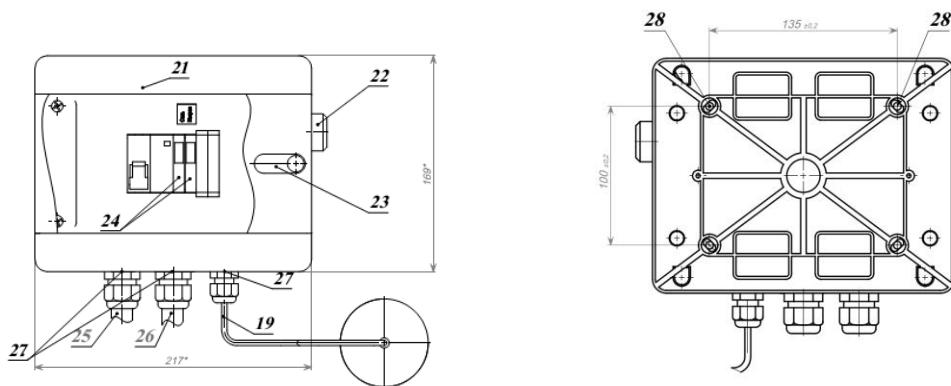

Рисунок 1. Аквадистилляторы электрические ДЭ-М
4.1. Принцип действия аквадистиллятора основан на конденсации отсепарированного пара. Основными частями изделия являются: испаритель 9 с сепараторами 10, конденсатор 8, электронагреватели 11, уравнитель 17, датчик 7 с выключателем бесконтактным 6, основание 15 и электрощит 21 (рис.1). В испарителе вода нагревается электронагревателями до кипения. Образующийся пар поступает через сепараторы в конденсатор, конденсируясь, вытекает в виде дистиллята через ниппель 1. Водопроводная вода непрерывно подается через штуцер 12 в конденсатор и по трубке 5 через уравнитель поступает в испаритель. Испаритель заполняется водой до установленного уровня. По мере выкипания вода будет поступать в испаритель частично, основная же ее часть через отвод 14 будет сливаться в канализацию.
- включение аппарата без установленного датчика 7 (см. рис.1)
- 6.12.1. ДЭ-25М: подключите электрощит 21 к сети 380В переменного тока, через автоматический выключатель, с помощью сетевого кабеля 25 (фазные проводники L1 L2 L3) (см. рис.1), желто-зеленая жила подключается к заземляющему проводнику (PE), а голубая нулевая жила подключается к нулевому рабочему проводнику (N).
- 6.12.2. ДЭ-10М: подключите электрощит 21 к сети 380В переменного тока, через автоматический выключатель, с помощью сетевого кабеля 25 (фазные проводники L1 L3) (см. рис.1), желто-зеленая жила подключается к заземляющему проводнику (PE), а голубая нулевая жила подключается к нулевому рабочему проводнику (N).
- 6.12.3. ДЭ-4М: подключите электрощит 21 к сети 220 В переменного тока через автоматический выключатель с помощью сетевого кабеля 25 (см. рис.1) Жила A - подключается к нулевому проводу,
6.13.2. ДЭ-10М: подсоедините фазные жилы подводящего провода 26 от электрощита к зажимам 2,4, нулевую жилу (голубого цвета) к зажиму перемычки 1-3, а земляную жилу (желто/зеленого цвета) к зажиму «земля» (рис.1; 2.2 и таблицы 3.2.).
6.14. Снимите с датчика 7, подключенного к электрощиту, крышку и проверьте ход поплавка на выключателе бесконтактном 6. Установите крышку на датчик 7. Установите датчик 7 на аквадистиллятор. (см. рис.1)